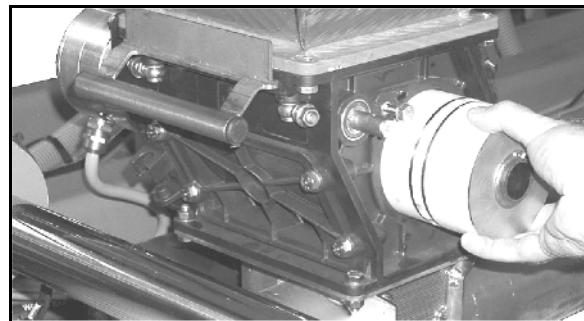

Рис. 75
9. Ослабьте два болта (Рис. 75/1).